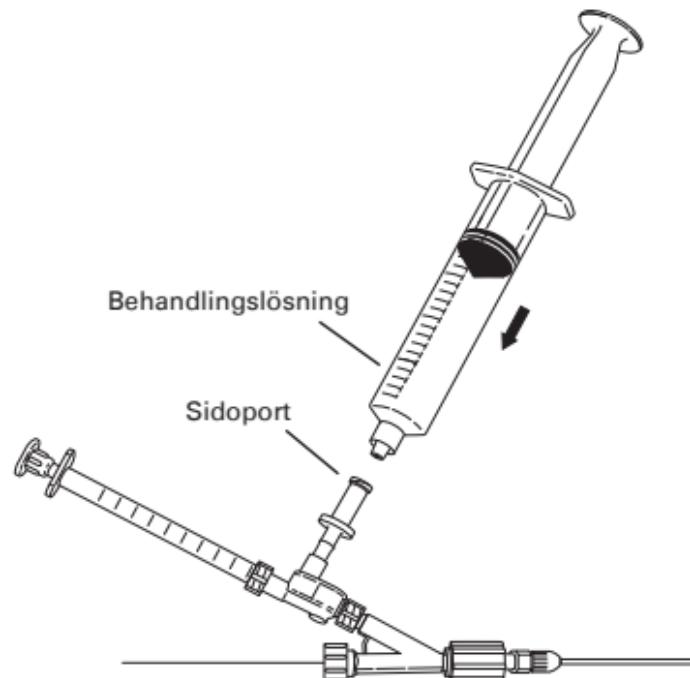

Fig. 7
9. För att starta processen för önskad administrering av behandlingslösning, avlägsna 20 ml-sprutan med hepariniserad saltlösning och lämna en lösningsmenisk i sidoportsbeslaget. Innan en annan vätskefyllt spruta ansluts till sidoporten måste det kontrolleras att den är helt tömd på luftbubblor. Anslut en spruta fylld med behandlingslösning. (Fig. 7)